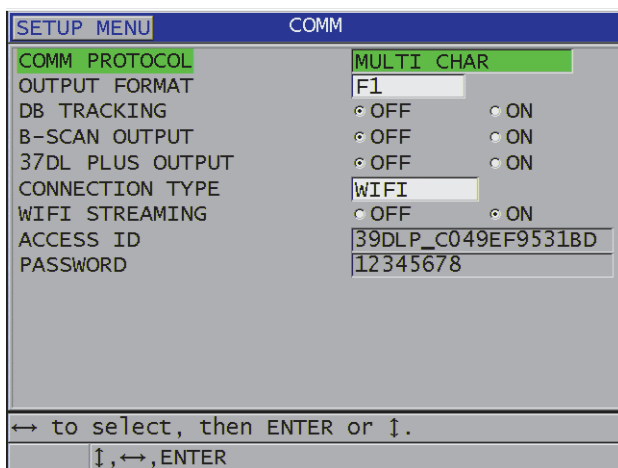

图 14-5 配置 WiFi
4. 在 **COMM**（通讯）屏幕中，将 **CONNECTION TYPE**（连接类型）设置为 **WIFI**（参见第 252 页的图 14-5）。